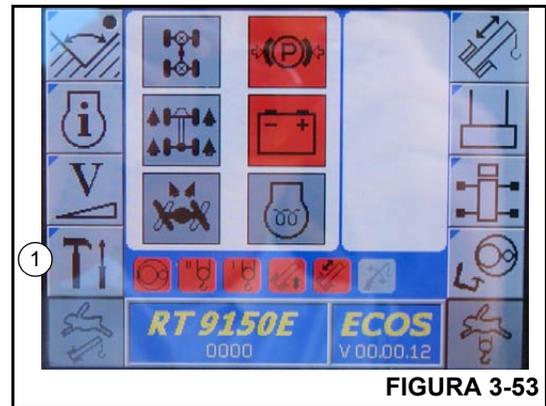

FIGURA 3-53
1. Si es necesario, en la pantalla ECOS, abra el menú principal y presione una vez el botón F4 (1, Figura 3-53).